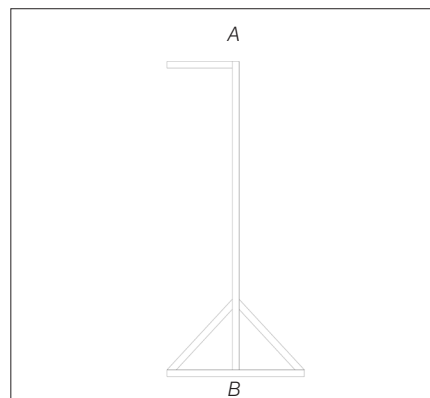

Fig. 2.
2. Découper des morceaux de bois de dimensions proches de celles des tampons à l'aide d'une scie à ruban. Fixer les tampons sur les morceaux de bois à l'aide du ruban adhésif double face (Fig. 2) ;